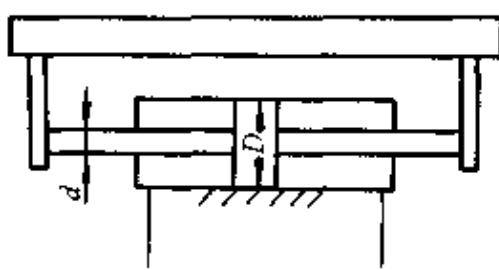

图 4-29 双出杆活塞缸
**例 2** 某液压系统执行元件为双出杆活塞式液压缸（见图 4-29），液压缸的工作压力  $p=3.5\text{MPa}$ ，活塞直径  $D=9\text{cm}$ ，活塞杆直径  $d=4\text{cm}$ ，工作进给速度  $v=1.52\text{cm/s}$ ，问液压缸能克服多大的阻力？液压缸所需流量为多少？